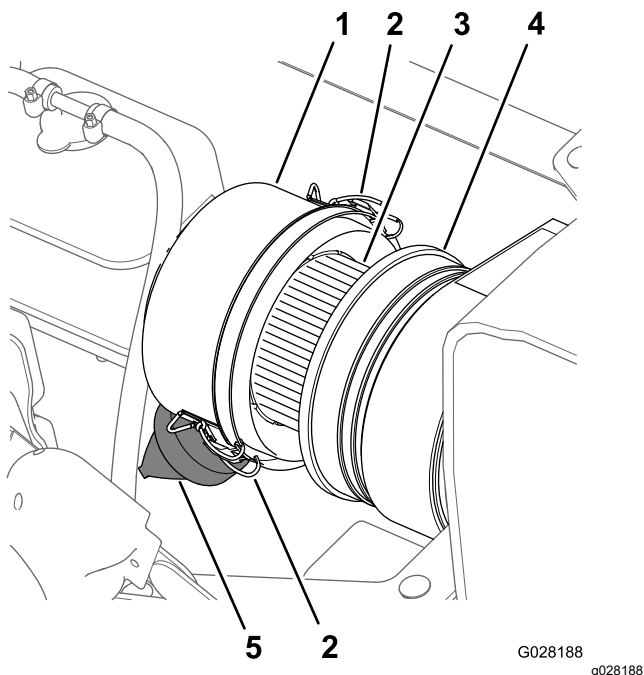
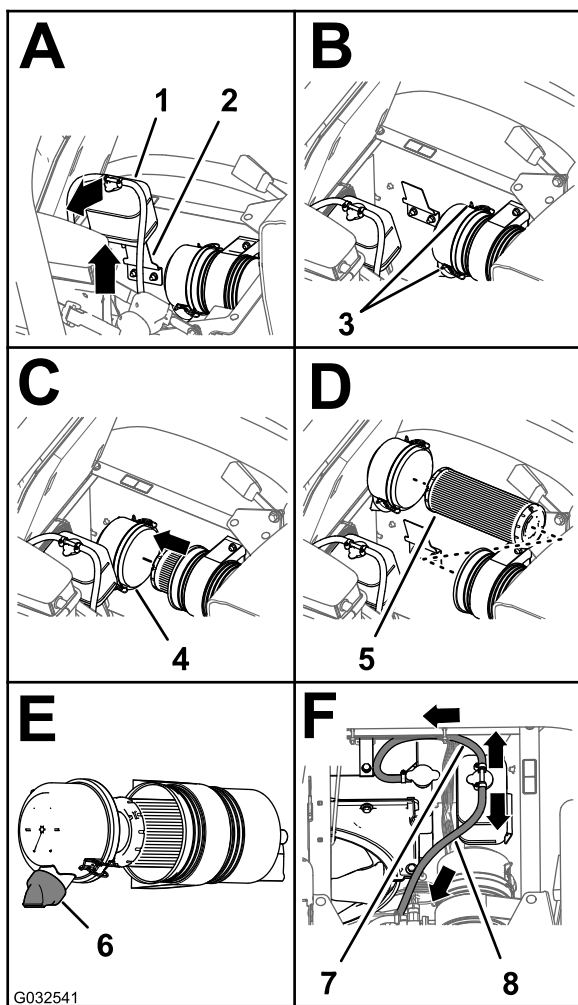

Figure 71
Figure 72
3. Nettoyez le capuchon antipoussière et le boîtier du filtre à air (Figure 71).
4. Recherchez sur le boîtier du filtre à air des dommages susceptibles d'occasionner des fuites d'air (Figure 71).
5. Pressez la valve à poussière pour éliminer les saletés, la poussière et les débris (Figure 71).
7. Vérifiez que l'élément du filtre à air ne présente pas de dépôts excessifs de poussière, saleté ou débris (Figure 71).
8. Reposez le capuchon antipoussière sur le boîtier du filtre à air et fixez-le en place avec les 2 attaches (Figure 71).
2. Nettoyez le capuchon antipoussière et le boîtier du filtre à air (Figure 71).
3. Soulevez le réservoir de trop-plein de liquide de refroidissement pour le déposer de son support (Figure 72).
4. Desserrez les 2 attaches qui fixent le capuchon antipoussière sur le boîtier du filtre à air (Figure 72).
6. Nettoyez l'intérieur du capuchon antipoussière, du boîtier du filtre à air et de la valve à poussière avec un chiffon humide (Figure 71 et Figure 72).
7. Insérez l'élément filtrant neuf dans le boîtier du filtre à air (Figure 72).
8. Reposez le couvercle sur le boîtier du filtre à air et fixez-le en place avec les 2 attaches (Figure 72).
Remarque: Vérifiez que la valve à poussière s'aligne bien entre les positions 5 et 7 heures vu de l'extrémité (Figure 72).
9. Placez le réservoir de trop-plein du liquide de refroidissement en face de son support et fixez solidement le réservoir (Figure 72).
Important: Vérifiez que le flexible de décharge de pression est dirigé vers l'avant et le bas et que le flexible d'évent du réservoir est dirigé vers l'arrière, comme montré à la Figure 72.